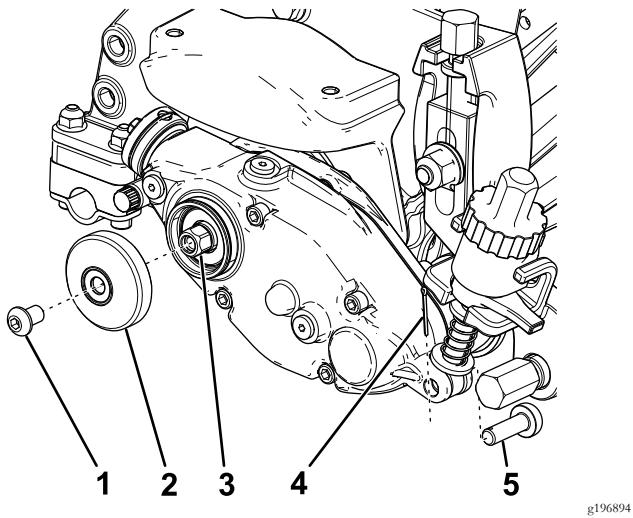

Figura 9
- Fissate la copertura esterna alla scatola di trasmissione del groomer utilizzando la vite a brugola rimossa in precedenza (Figura 9).
- Fate scorrere il perno di regolazione attraverso l'asta del gruppo del braccio di regolazione e la scatola di trasmissione del groomer e fissatelo con una coppiglia (Figura 9).